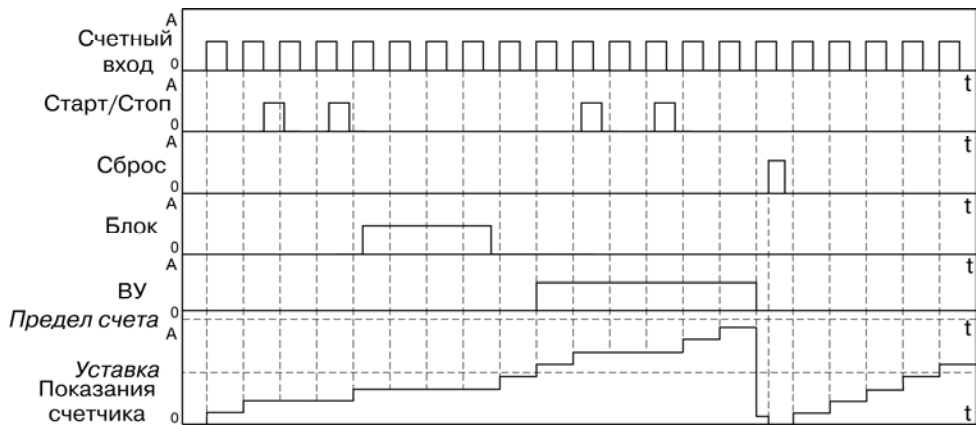

Рисунок 3.9
- тип работы по сигналу «Сброс» – «Сбросить счетчик и продолжать счет» ( $rSt =Cnt$ ) (рисунок 3.9).